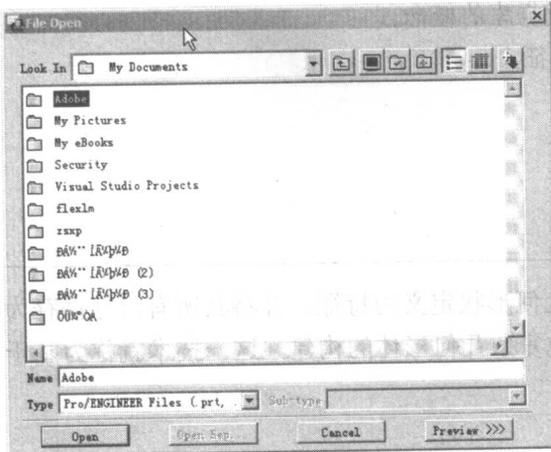

图 1-2
2. 单击打开图标，弹出如图 1-2 所示的 File Open 对话框。